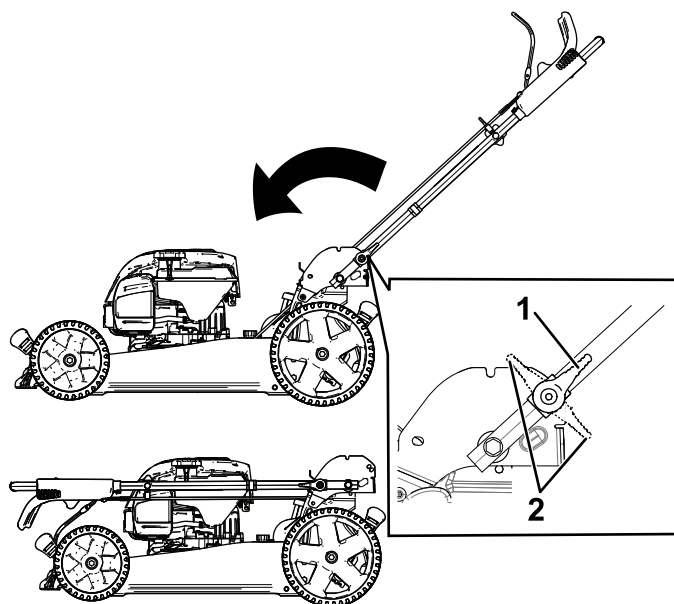

Figure 22
3. Déverrouillez le guidon (Figure 22).
4. Pliez le guidon complètement en avant (Figure 22).